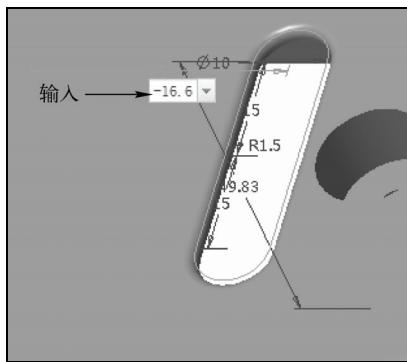

图 7-44 设置参数
STEP 03 打开“阵列”选项卡，在绘图区合适的尺寸上单击鼠标左键，弹出“尺寸”文本框，输入“-16.6”，如图 7-44 所示。